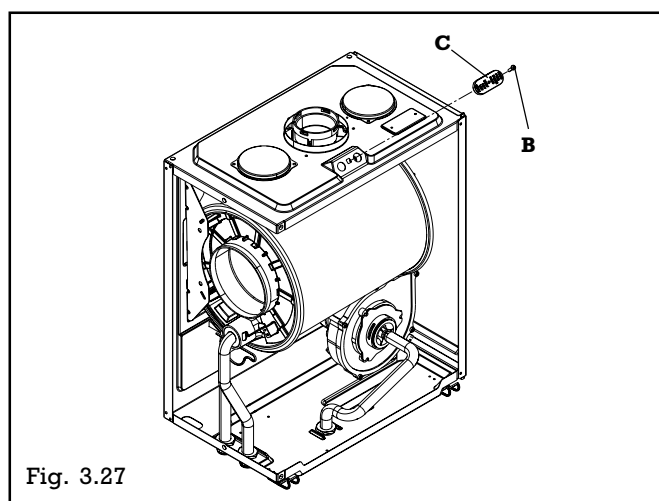

Fig. 3.27
- Placer la sonde de l'analyseur de fumées au niveau de la prise du caisson d'air après avoir ôté la vis B et le bouchon C (fig. 3.27). **La sonde servant à l'analyse des fumées doit être engagée jusqu'à la butée**